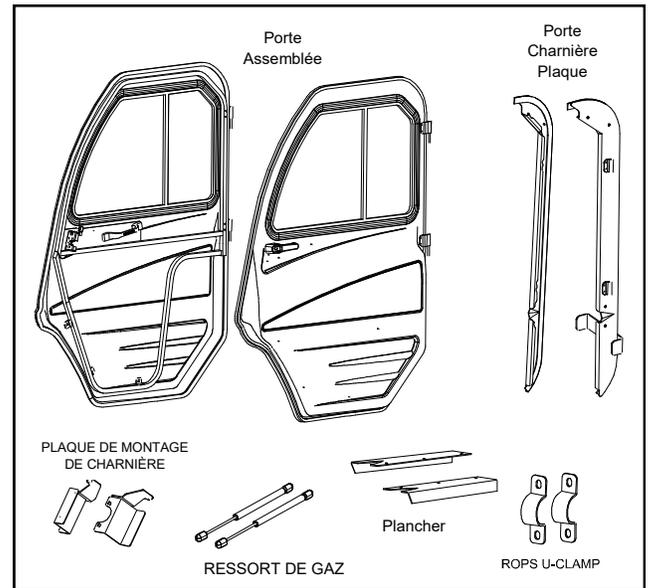
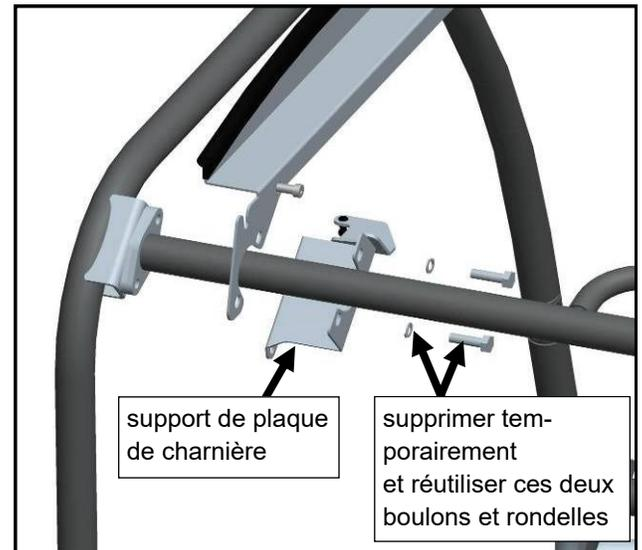

Fig. 5.1 (contenu de la trousse de porte)
Fig. 5.2 (vue du coin arrière extérieur du côté du conducteur)
5.1 Remarque : les supports de plaque de charnière indiqués à la figure 5.1 ont peut-être déjà été installés à l'étape 1.3 à la page 4 pendant les étapes d'installation du montage. Si vous installez une trousse de porte à une date ultérieure de celle du kit de montage, retirez temporairement les deux boulons et rondelles indiqués à la figure 5.2. Desserrez les boulons de l'autre côté, mais ne les retirez pas. Orientez et installez la monture de plaque de charnière comme indiqué. Faire preuve de prudence pour éviter de enfilez les soudures. Démarrez l'engagement du thread à la main. Couplez ces deux boulons à 48-55 N-m, 36-41 ft-lbs, ou 4.9-5.7 kgf-m.